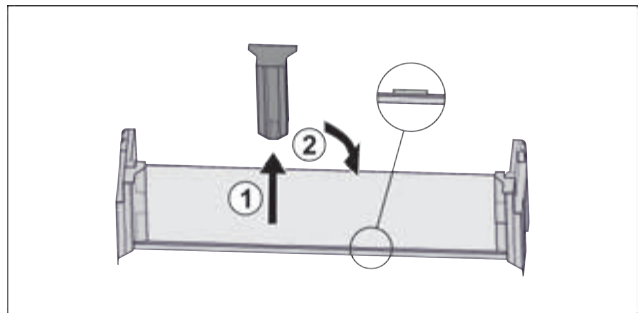

Fig. 26
- ▶ Витягнути середню деталь для підтримки Fig. 26 (1).
- ▶ Вставити середню деталь для підтримки на друге положення Fig. 26 (2).